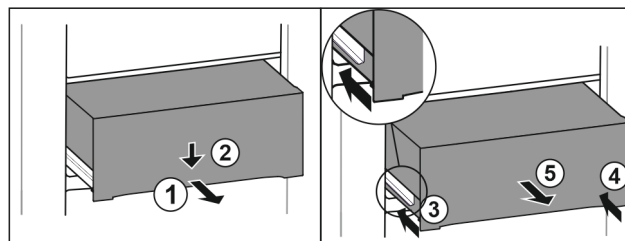

Fig. 184
- ▶ Zásuvku napůl vytáhněte. Fig. 184 (1)
- ▶ Stlačte zásuvku na přední straně dolů. Fig. 184 (2)
- ▶ Zasuňte levou kolejničku přibližně do 2 cm. Fig. 184 (3)
- ▶ Zasuňte pravou kolejničku přibližně do 2 cm. Fig. 184 (4)
- ▶ Vyjměte zásuvku dopředu. Fig. 184 (5)